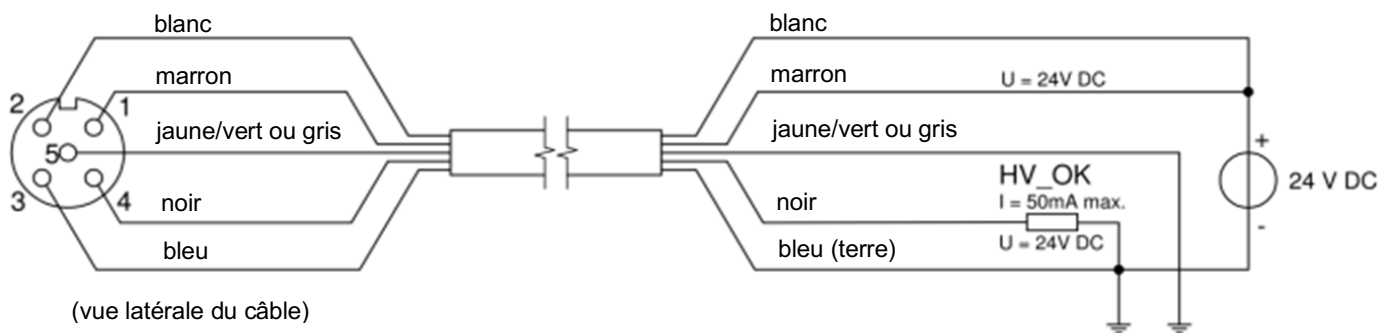

Figure 5 : Câblage pour l'alimentation du Cleanflex Easy
- Réaliser le câblage conformément à la Figure 5 et au tableau.